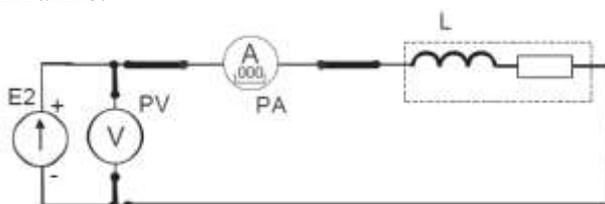

Рисунок 12 – Цепь постоянного тока с катушкой индуктивности
5. Определить величину активного сопротивления катушки методом амперметра и вольтметра. Для этого подключить её к источнику постоянного напряжения $E2$ (рис. 12). Установить у цифрового амперметра режим измерения постоянного тока. После проверки схемы преподавателем включить источник питания $E2$, установить у него выходное напряжение 10 В и измерить величину постоянного тока в цепи. Результат занести в таблицу 15. Выключить электропитание.